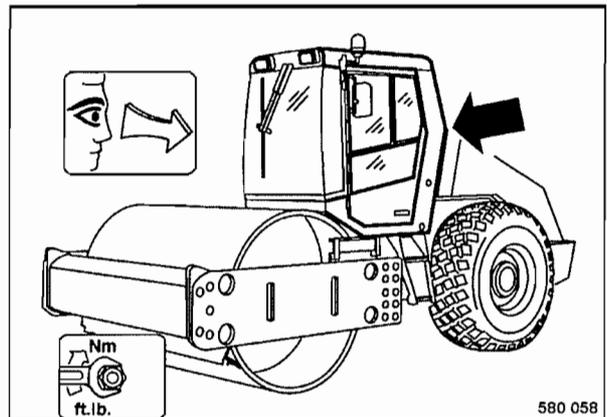

Fig. 95
- Comprobar la cabina, y especialmente la estructura del ROPS (Fig. 95) por grietas, corrosión, daños y piezas de fijación ausentes.